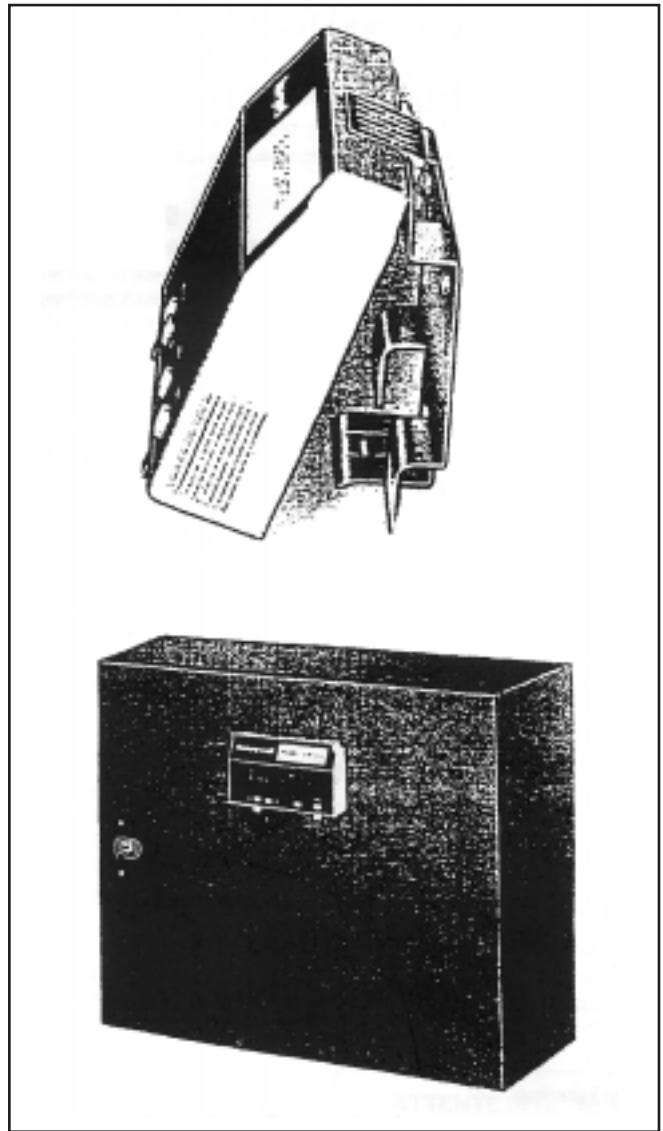

Fig. 11. Installation à distance du module d'affichage à touches
1. Si cette configuration est permise pour l'application (voir la rubrique Homologations), le module d'affichage à touches peut être installé sur la porte d'une armoire électrique ou à tout autre endroit (voir fig. 11).
- a. Utiliser le support d'installation à distance comme gabarit et marquer les emplacements des quatre vis de fixation, puis percer les avant-trous. Installer le support en le fixant à l'aide des quatre vis M3.5 x 0.6 (voir fig. 11).